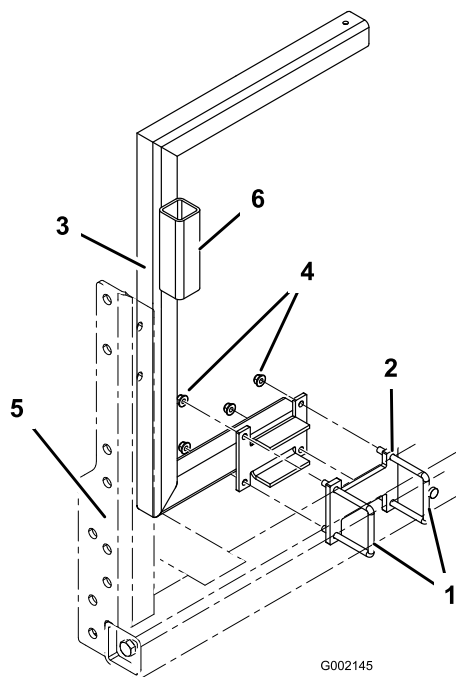

Figura 3
2. Installate il supporto destro dell'avvolgitubo (supporto con il tubo della fondina della pistola a spruzzo) al telaio del veicolo nel punto in cui sono stati precedentemente installati i 2 bulloni a U e la staffa distanziale (Figura 3). Fissate i telai con 4 dadi flangiati (3/8 poll.). Il supporto deve avvolgersi sull'estremità posteriore del serbatoio.